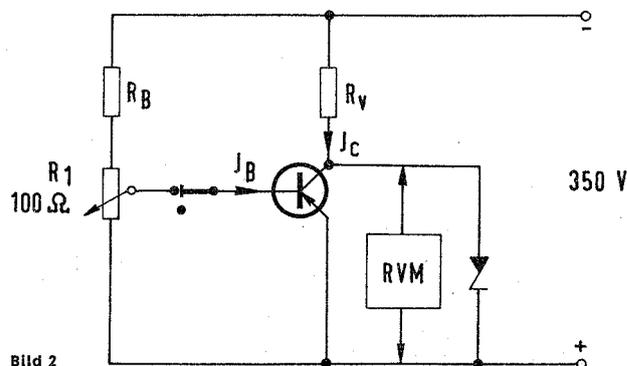

Bild 2
1. Messen der Durchbruchspannung U_{CEO} (Bild 2)
2. Messen des Leistungsdurchbruchs („Second Breakdown“ Bild 2)
Mit der Meßschaltung nach Bild 2 wird mittels des zwischen Kollektor und Emitter liegenden Universal-Voltmeters die U_{CEO} gemessen. Die Basis ist offen und der Widerstand R_V ist so einzustellen, daß $J_E = 100$ mA beträgt.
Der sekundäre Durchbruch tritt bei örtlicher Überhitzung in der Sperrschicht auf. Dieser Effekt rührt von einer heißen Stelle in der Sperrschicht her, die sich durch Konzentration des Stromes auf eine kleine Fläche bildet. Der Basisstrom fließt vom ringförmigen Basisanschluß in radialer Richtung einwärts durch die dünne Basisschicht zwischen Emitter und Kollektor. Da dieser Weg einen Widerstand aufweist, entsteht ein Spannungsgefälle, welches den Kollektorstrom in der Mitte der Basis konzentriert. Betreibt man den Transistor wiederholt im Bereich des sekundären Durchbruchs, so wird nach und nach die Sperrschicht zerstört, bis Emitter und Kollektor kurzgeschlossen sind. Diese Erkenntnis ist sehr wichtig, leider aber noch nicht allgemein bekannt. Immer wieder „sterben“ in Schaltungen Leistungstransistoren, die dem ersten Anschein nach mit den vom Hersteller angegebenen Grenzdaten nicht überfordert wurden. Die zulässige Gesamtverlustleistung eines Transistors ist abhängig von der Spannung U_{CE} . Für die für den SV 80 geeigneten Transistoren wurde mit den Transistorherstellern ein Wert festgelegt, aus dem sich nach $J = \frac{N}{U}$ bei $U_{CE} = 50$ V ein Strom von 350 mA ergibt. Der Vorwiderstand R_V in Bild 2 ist entsprechend einzustellen. Die Prüfung erfolgt nun so, daß der Schleifer von R_1 vom oberen Anschlag (der Transistor ist leitend, also niederohmig) nach unten in Richtung „hochohmig“ gedreht wird. Der Strom J_c bleibt wegen des relativ hohen Innenwiderstandes der Stromversorgung durch R_V annähernd konstant.